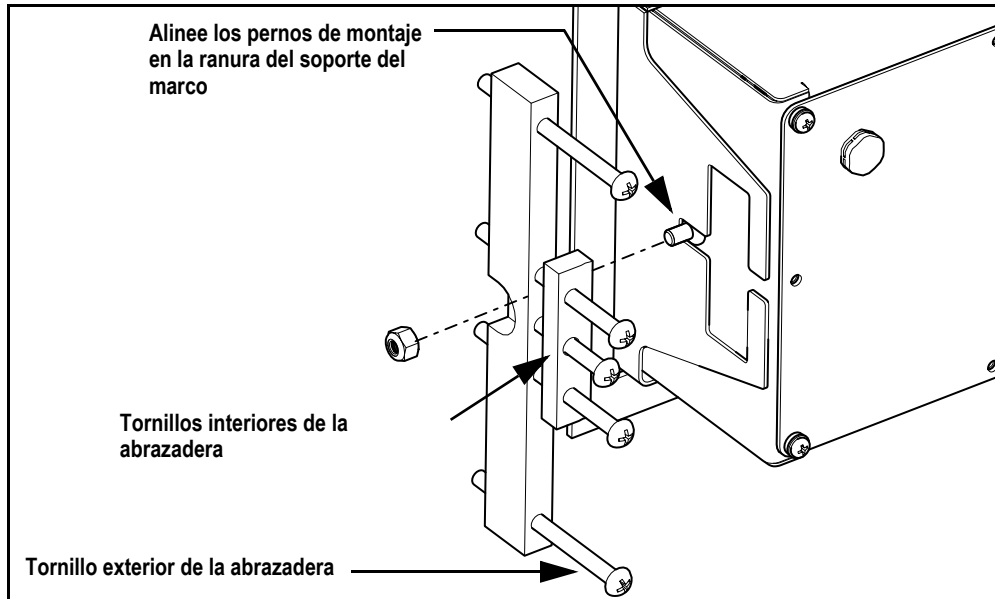

Figura 4. Instale el visor
10. Apriete los tornillos interiores de la abrazadera (vea la Figura 4) encajando la barra de la abrazadera en el soporte del marco hasta que el visor quede firmemente sujeto contra la junta interior del marco.